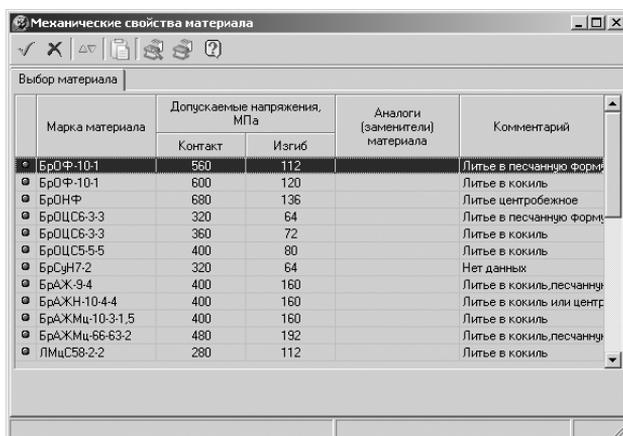

Рис. 5.52. Диалоговое окно **Механические свойства материала**
- щелкните в строке **3. Материал венца червячного колеса** по кнопке, расположенной правее поля ввода, по кнопке – **Ввод данных**. Появится диалоговое окно **Механические свойства материала**, см. рис. 5.52;